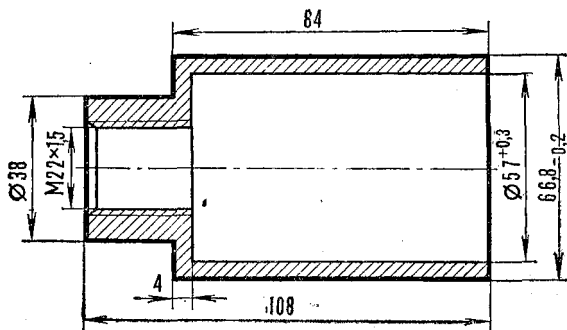

Рис. 39. Заготовка для поршневых колец
1. Изготовление заготовки (рис. 39). Материал заготовки сталь 40Х.